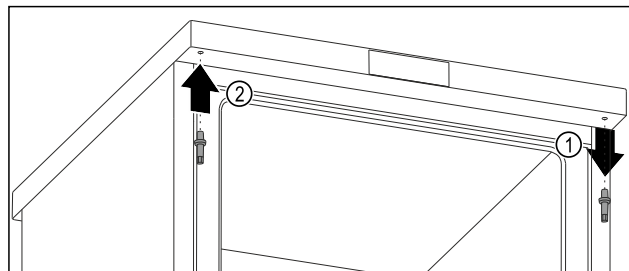

Fig. 14
- ▶ Oberen Bolzen mit Außensechskantschlüssel herausdrehen. Fig. 14 (1)
- ▶ Bolzen auf der Gegenseite mit Außensechskantschlüssel festschrauben. Fig. 14 (2)